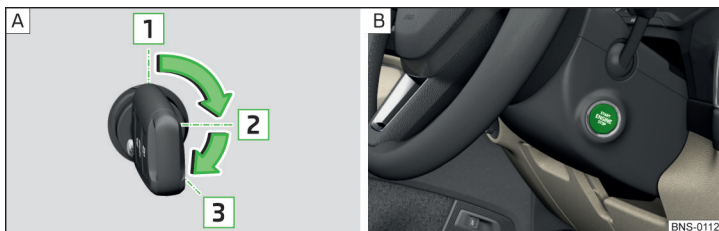

Fig. 249 Pozițiile cheii autovehiculului în butucul de contact / butonul de pornire
Pozițiile cheii autovehiculului în butucul de contact » fig. 249 - [A]
» Apăsăți butonul » fig. 249- [B], contactul se cuplează/decuplează.
- » La autovehiculele cu **butuc de contact**, rotiți cheia în poziția **3** » fig. 249 la pagina 210 - [A], are loc procedura de pornire. Apoi eliberați cheia, motorul pornește automat.
- » La autovehiculele cu **buton de pornire**, apăsați scurt butonul » fig. 249 la pagina 210 - [B], motorul pornește automat.
- » La autovehiculele cu **butuc de contact**, rotiți cheia în poziția **1** » fig. 249 la pagina 210 - [A].
- » La autovehiculele cu **buton de pornire**, apăsați butonul » fig. 249 la pagina 210 - [B], motorul este oprit simultan cu decuplarea contactului.
› Mențineți apăsat butonul » fig. 249 la pagina 210 -  sau apăsați-l de două ori în interval de 1 secundă.